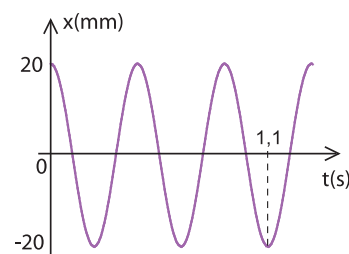

Fig.2 : Enregistrement graphique des premières oscillations libres du solide (S)
Le solide (S) étant au repos, on l'écarte d'une distance  $d = 2 \text{ cm}$  de sa position d'équilibre dans la direction de l'axe du ressort puis on l'abandonne à lui-même sans vitesse initiale. Le solide (S) effectue des oscillations de part et d'autre de sa position d'équilibre (position de repos) : on dit que les oscillations sont libres. Le système {solide, ressort} constitue un oscillateur libre. L'enregistrement graphique des premières oscillations libres du solide (S) est donné par la figure 2.
1°) A l'aide de l'enregistrement graphique de la figure 2 :